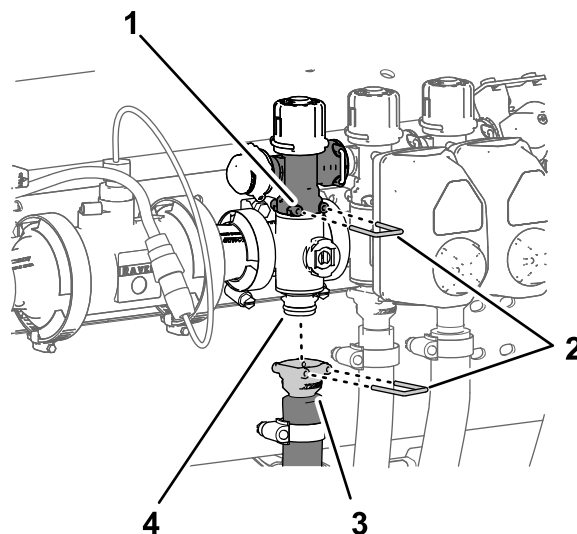

Figure 112
- Retirez l'étrier qui fixe le raccord rapide de la vanne de dérivation de section à la vanne de section du collecteur (Figure 112)
- Retirez l'étrier qui fixe le raccord rapide du flexible d'alimentation de section au collecteur et l'étrier qui fixe le raccord rapide de la valve du collecteur de section (Figure 112).